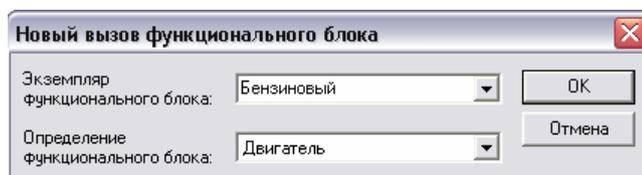

Рисунок 4.5 – Процедура вызова экземпляра FB «Двигатель»
11. В открывшемся окне (рисунок 4.5) необходимо указать имя экземпляра FB «Бензиновый».